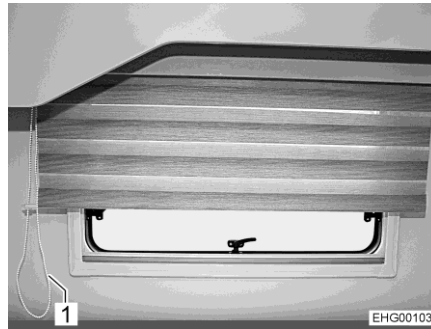

Fig. 111 Persiana enrollable variable, zona posterior
- Tirar el ramal de la cadena de tiro (Fig. 111,1) el cual cierra la persiana enrollable variable hasta que la persiana enrollable variable se encuentre en la posición deseada.
- Tirar el ramal de la cadena de tiro (Fig. 111,1) el cual abre la persiana enrollable variable hasta que la persiana enrollable variable se encuentre en la posición deseada.